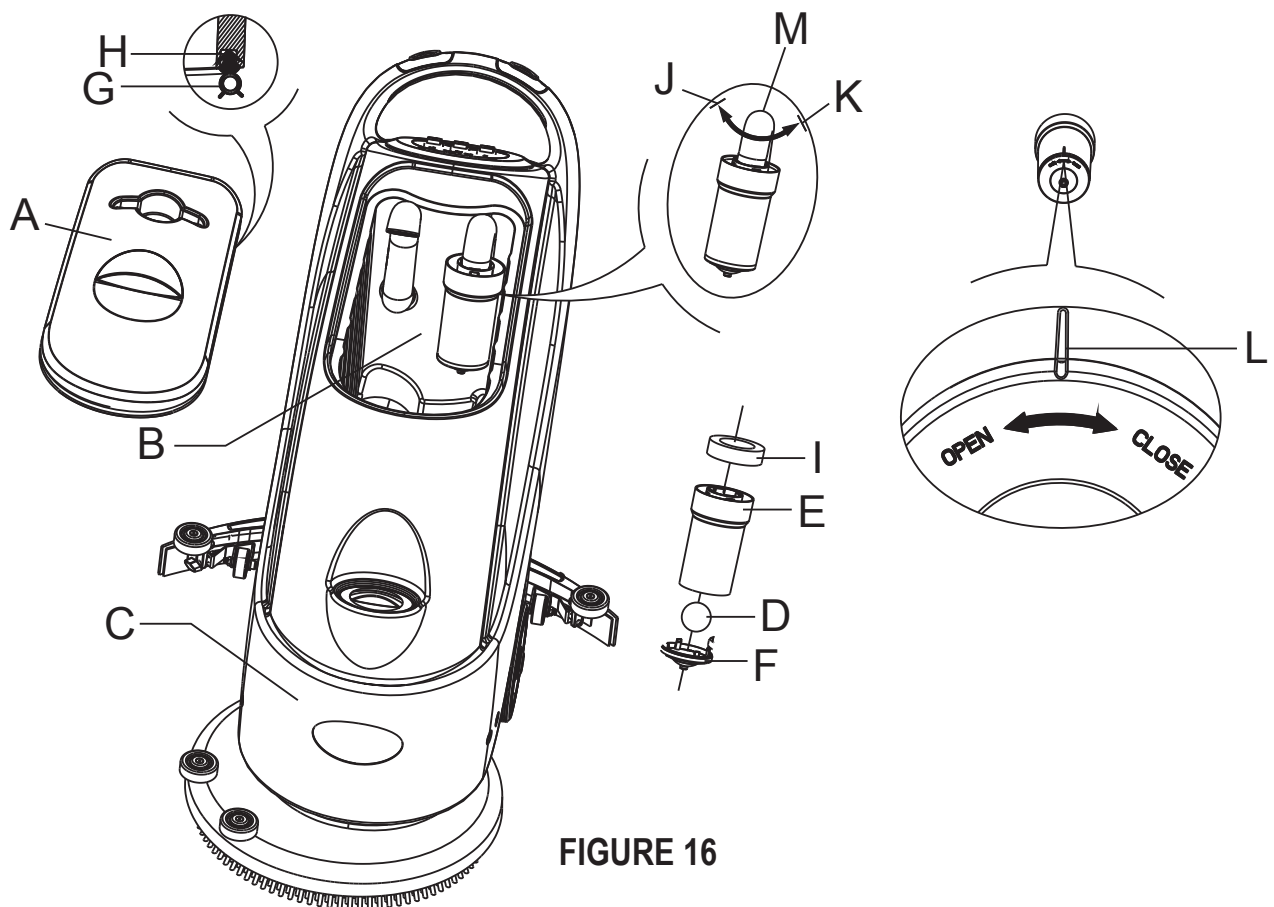

FIGURE 16
2. Appuyez sur l'interrupteur principal (41) pour le mettre sur "O" et éteindre la machine.
3. Ouvrez le couvercle du réservoir de récupération (A, Figure 16) et démontez le mécanisme du flotteur (36) situé à l'intérieur du réservoir.
4. Rincez à l'eau claire le couvercle du réservoir de récupération (A), le réservoir (B et C) et le boîtier du filtre (E). Vidangez toute l'eau du réservoir d'eau.
5. Si nécessaire, en vous référant aux symboles « Ouvrir » et « Fermer » repérés sur la Figure 16, ouvrez le bouchon inférieur (F) du filtre et nettoyez le flotteur (D), le boîtier du filtre (E) et le joint du filtre (I). Après avoir nettoyé ces différents éléments, refixez le flotteur sur le support (E) puis alignez la fente (L) du bouchon inférieur (F) du filtre sur la fente (L) située sur le boîtier du filtre (E). Remettez le bouchon inférieur (F) du filtre du flotteur en le serrant bien, remettez le joint du filtre (I) sur le boîtier (E), puis sur le tube d'aspiration (M).
6. Examinez le joint ou la garniture d'étanchéité (G) du couvercle du réservoir de récupération. Si nécessaire, sortez le joint d'étanchéité (G) de son logement (H) et le remplacez. Lors de la mise en place du joint neuf, comme illustré sur la Figure 16 ci-dessous, installez le connecteur de la section intermédiaire de la partie arrière.